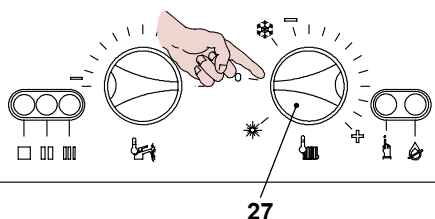

Figura 9.22
- Per uscire dalla funzione SPAZZACAMINO della caldaia posizionare il selettore 27 del pannello comandi come indicato in Figura 9.22